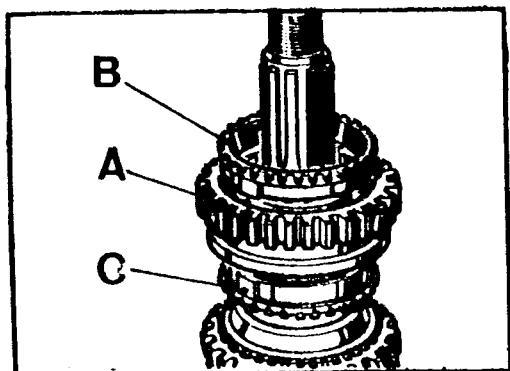

Fig. C-97 Unidad sincronizadora de primera-segunda
- 1.1.2. Retirar el conjunto de la unidad sincronizadora de primera-segunda, A, Fig. C-97, juntamente con los coños, B y C del sincronizador.
- 3.1.3. Montar los conos de bronce, B y C (Fig. C-97) en el sincronizador y -- comprobar el funcionamiento del mismo, desplazando el cuerpo interior a uno y otro lado